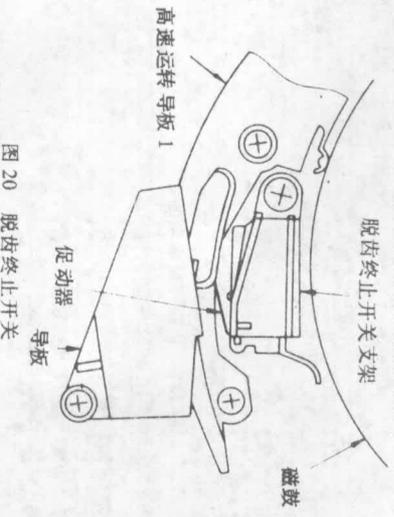

图 20 脱齿终止开关
- 2) 确认脱齿终止开关用的促动器并未非图 20 所示的呈松开状态 (用手缓慢地转动内齿轮, 应听到“卡嗒”声)。